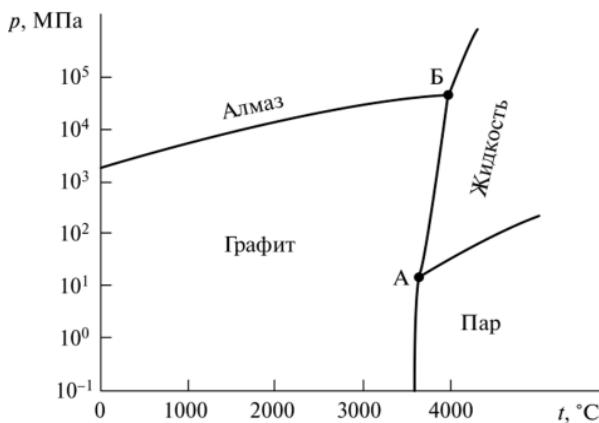

Рис. 7.35. Диаграмма состояния углерода
- Рассмотрите диаграмму состояния углерода (рис. 7.35). Можно ли расплавить графит? Если да, то при каких условиях? Если нет, то почему? При какой температуре разрушается кристаллическая решётка графита?